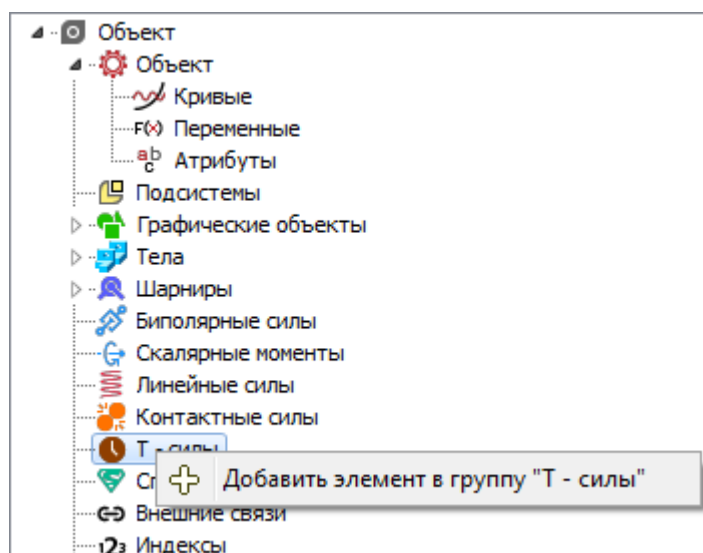

Рис. 3.14. Добавление новой **T-силы**
3. Добавьте в модель новую **T-силу**, рис. 3.14.